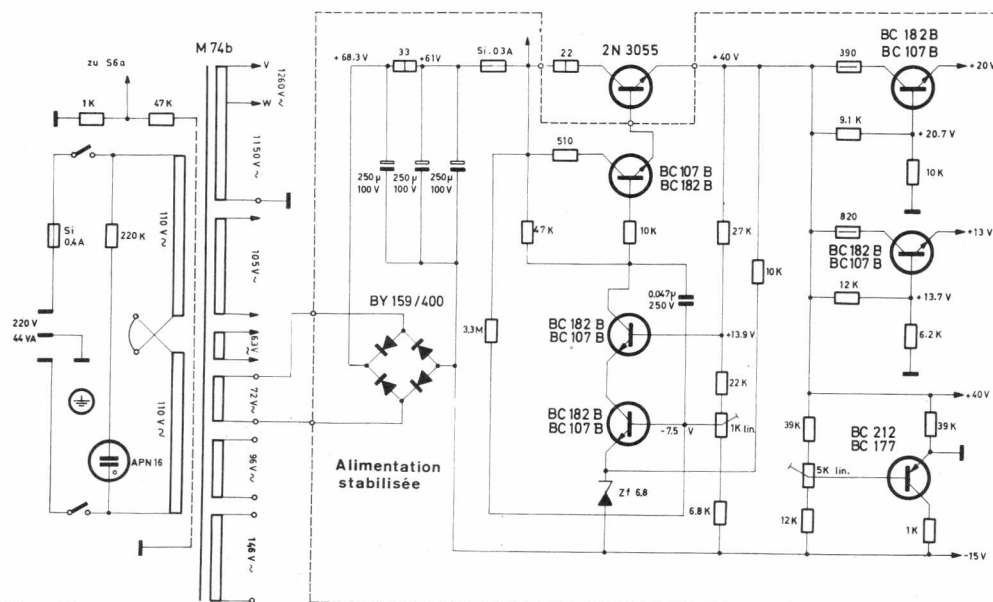

Fig. 10
j) Les circuits de l'alimentation (fig. 10) :